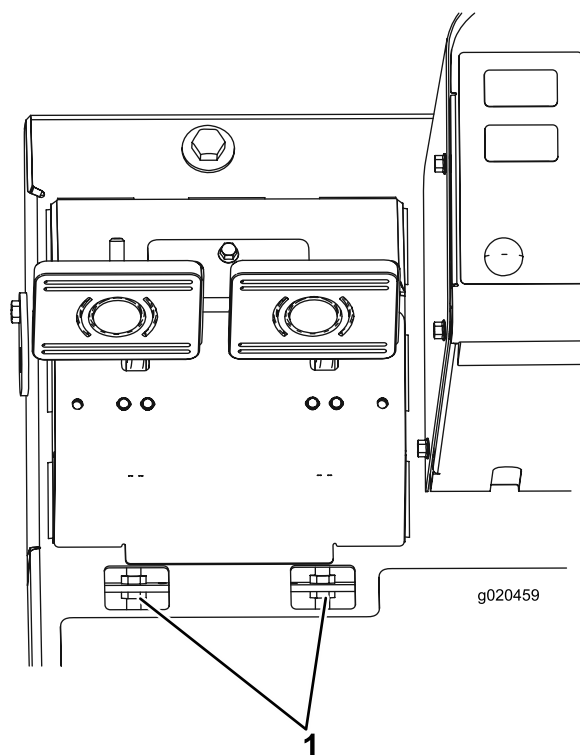

Figura 92
- B. Afloje la tuerca delantera del extremo roscado del cable de freno (Figura 92).